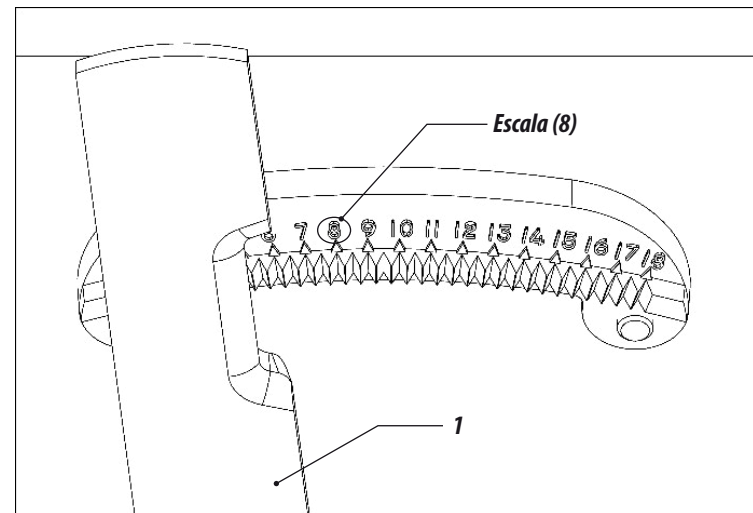

Figura 16
- 06**- A alavanca de regulagem da semente (1) deve ser regulada no número 8 da escala e no furo 1 do registro da semente. (FIGURA 16).